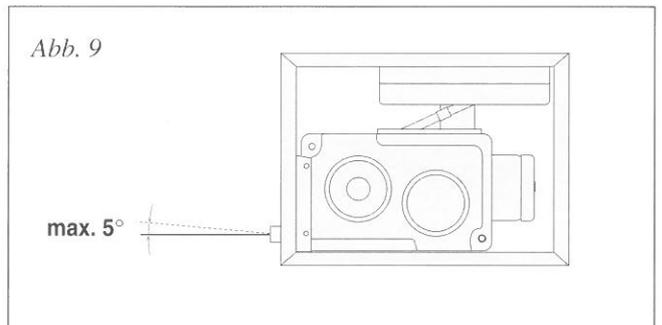

Abb. 9
- **Mehr als 5° Schrägzug ist nicht zulässig** (Abb. 9). Gegebenenfalls das Zugseil über Umlenkrollen führen (Abb. 2).